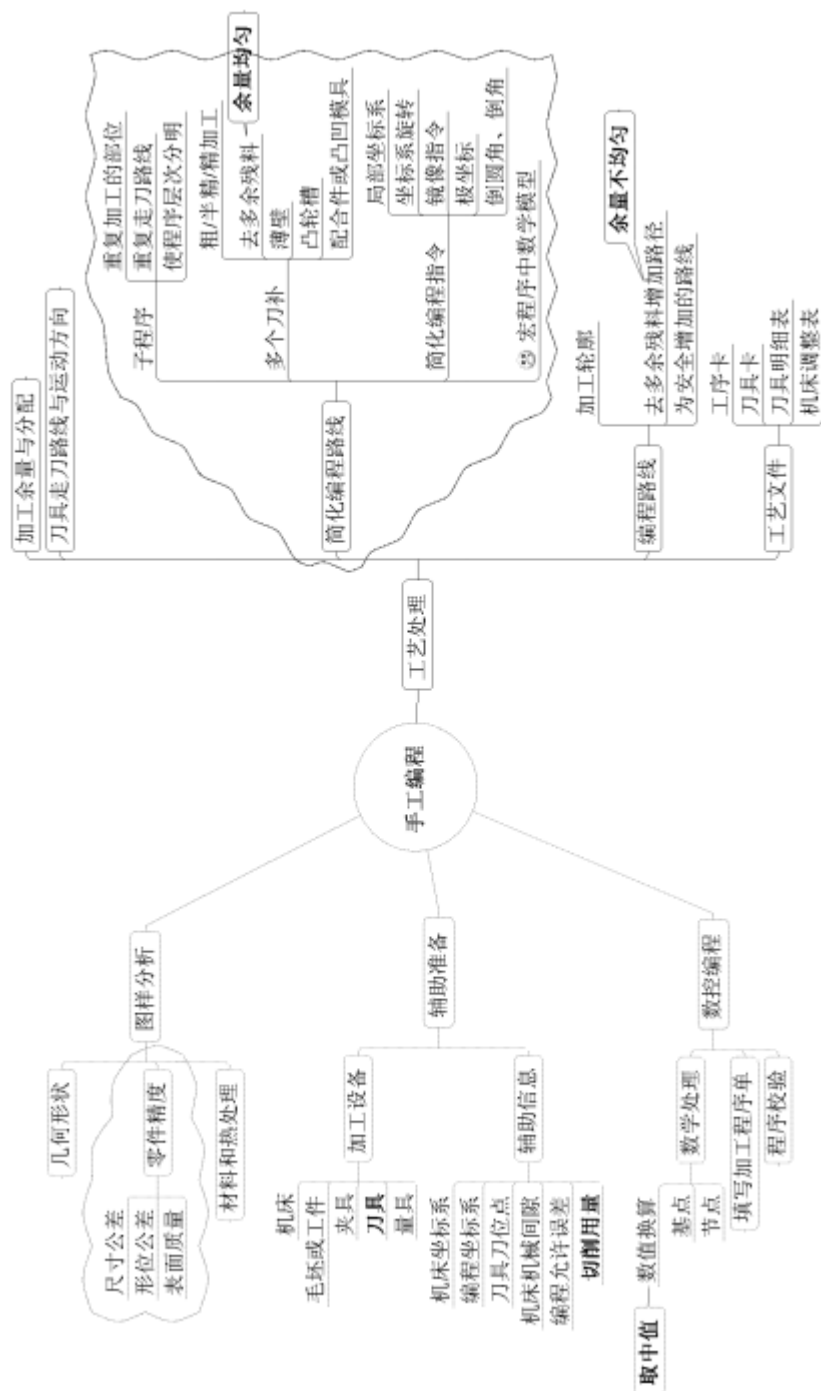
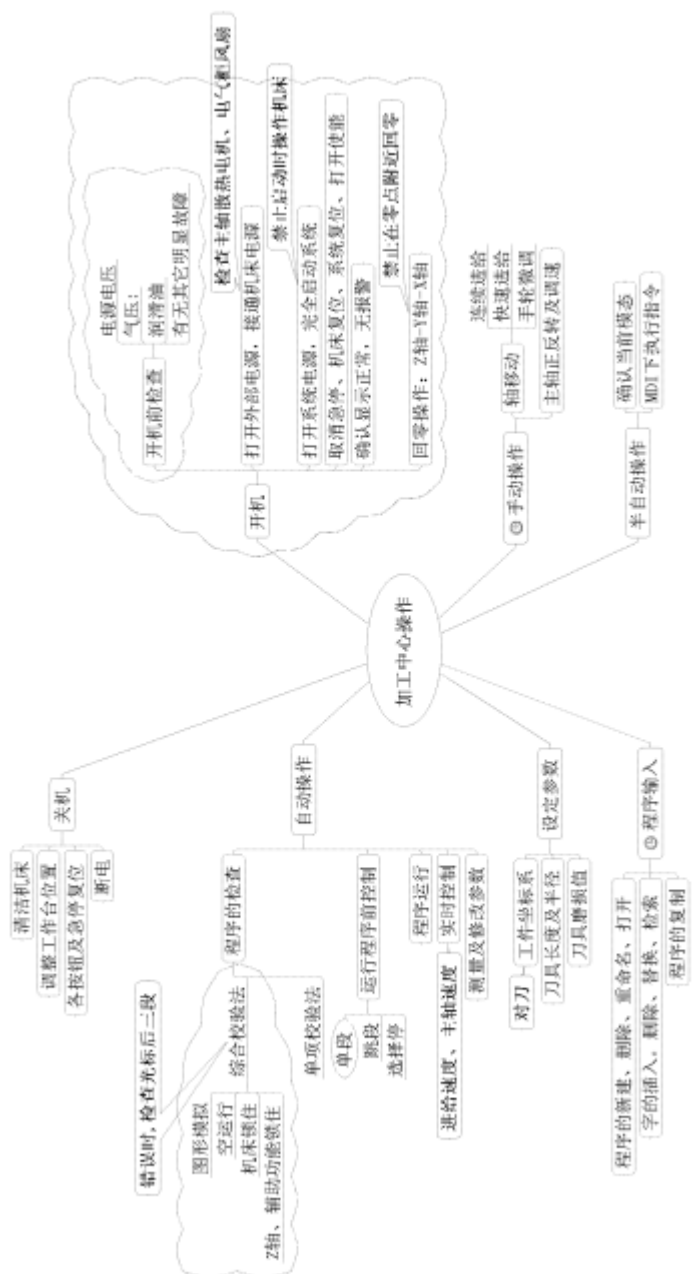

图 7: 手工编程思维导图
图 8: 数控机床的操作思维导图
<div data-bbox="210 1335 373 1370">● 互动提问</div> <div data-bbox="210 1848 438 1998">● 说明介绍说明介绍说明介绍说明介绍说明介绍</div>	<div data-bbox="560 255 981 1001"> <ul style="list-style-type: none"> <li>● 任意轮廓倒圆角(系统变量)</li> <li>● 任意轮廓倒圆角(G10)</li> <li>● Siemens 上倒角与倒圆</li> <li>● 宏程序调用基本知识</li> <li>● 宏程序调用的应用</li> <li>● 多轴加工概述</li> <li>● 四轴加工:圆柱凸轮的加工</li> <li>● 五轴加工简介</li> <li>● 综合练习 (一)</li> <li>● 综合练习 (二)</li> <li>● 综合练习 (三)</li> <li>● 综合练习 (四)</li> </ul> </div> <div data-bbox="512 1019 880 1301"> <p>2、 实习教学计划</p> <ul style="list-style-type: none"> <li>● 两面加工类零件加工</li> <li>● 薄壁配合件加工</li> <li>● 宏程序加工</li> <li>● 综合加工(钢材)</li> </ul> </div> <div data-bbox="512 1319 847 1408"> <p>二、 手工编程复习</p> <p>如下面的思维导图 7</p> </div> <div data-bbox="512 1431 847 1523"> <p>三、 数控机床的操作</p> <p>如下面的思维导图 8</p> </div> <div data-bbox="512 1545 944 2009"> <p>四、 数控机床指令</p> <p>1、 G 指令</p> <ul style="list-style-type: none"> <li>● G0 G1 G2 G3</li> <li>● G17 G18 G19</li> <li>● G9 G61 G62 G63 G64</li> <li>● G4</li> <li>● G20 G21</li> <li>● G40 G41 G42</li> </ul> </div>
<p>● 互动提问</p>	<ul style="list-style-type: none"><li>• 任意轮廓倒圆角(系统变量)</li><li>• 任意轮廓倒圆角(G10)</li><li>• Siemens 上倒角与倒圆</li><li>• 宏程序调用基本知识</li><li>• 宏程序调用的应用</li><li>• 多轴加工概述</li><li>• 四轴加工:圆柱凸轮的加工</li><li>• 五轴加工简介</li><li>• 综合练习(一)</li><li>• 综合练习(二)</li><li>• 综合练习(三)</li><li>• 综合练习(四)</li></ul> <p>(1) 实习教学计划</p> <ul style="list-style-type: none"><li>• 两面加工类零件加工</li><li>• 薄壁配合件加工</li><li>• 宏程序加工</li><li>• 综合加工(钢材)</li></ul> <p>二、 手工编程复习</p> <p>如下面的思维导图 7</p> <p>三、 数控机床的操作</p> <p>如下面的思维导图 8</p> <p>四、 数控机床指令</p> <p>1、 G 指令</p> <ul style="list-style-type: none"><li>• G0 G1 G2 G3</li><li>• G17 G18 G19</li><li>• G9 G61 G62 G63 G64</li><li>• G4</li><li>• G20 G21</li><li>• G40 G41 G42</li></ul>